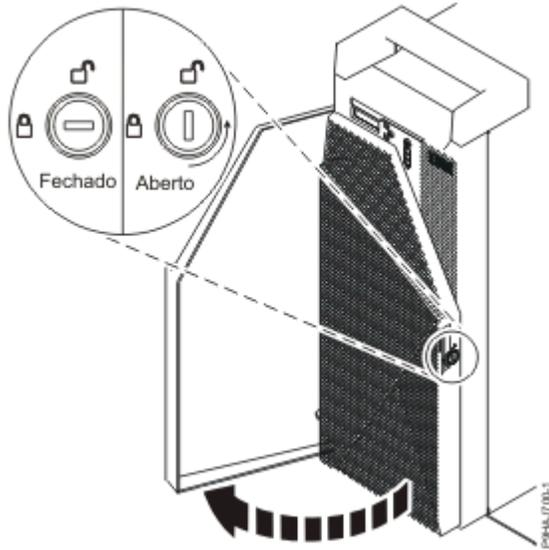

Figura 53. Desbloquear a porta anterior
- a) Insira a chave da porta anterior na fechadura conforme apresentado em Figura 53 na página 58. Rode a chave para a esquerda (em sentido contrário ao dos ponteiros do relógio) para destrancar a porta. Horizontal é bloqueado; vertical é desbloqueado. Abra a porta anterior.